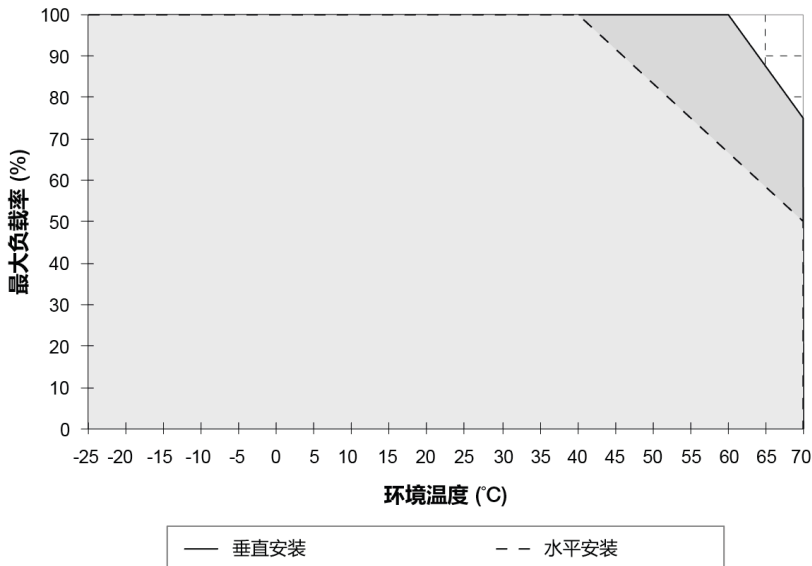

图. 5 垂直安装功率降额
1. 电源如果持续在降额曲线以外区间使用, 可能导致零部件降级或损坏, 具体参照图 5 所示图表。